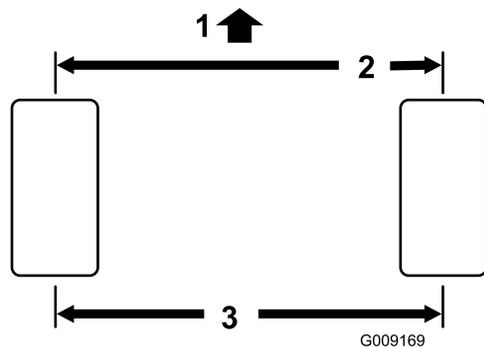

Рисунок 56
2. Измерьте межцентровое расстояние (на высоте оси) на передней и задней стороне рулевых колес (Рисунок 56).